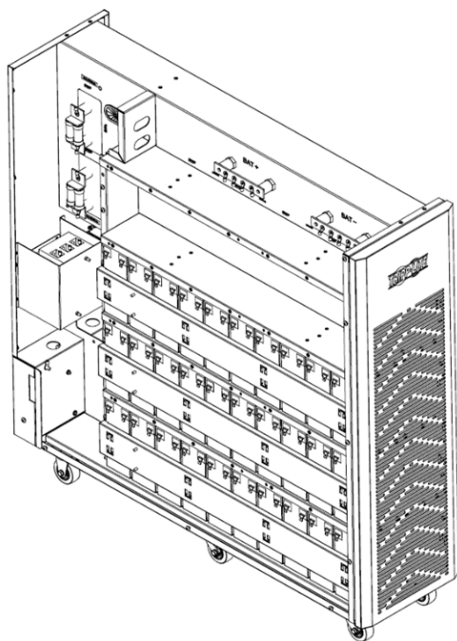

Figure 5-11A
13. Réinstaller les barres de support de droite et de gauche des batteries du groupe 2 (Figures 5-11A et 5-11B).